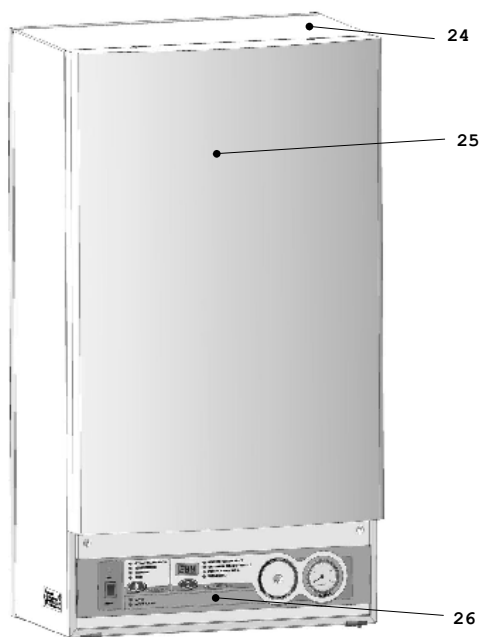

Рис. 2
4.2. На кожухе (24) Рис. 2 в нижней его части расположена панель управления (26) с элементами управления и индикации режимов работы прибора. Для монтажа и обслуживания устройств, расположенных внутри прибора, панель лицевая (25) может сниматься предоставляя доступ к любому узлу.
- 24 - кожух (рис.2)
- 25 - панель лицевая (рис.2)
- 26 - панель управления (рис.2)